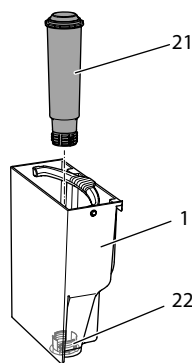

Fig. 15: Iskruning/udskrining af vandfilter
- Fjern vandfilteret (se Fig. 15 på side 175).
9. Sæt et nyt filter ind i vandbeholderen (se *Fig. 15*).
3. Fjern vandbeholderen (se *Fig. 15*).